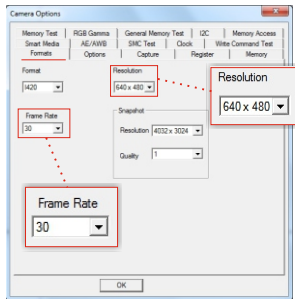

Fig.3
- Dans le menu "Options"/ "Formats" (fig.3) choisissez les ajustements recommandés suivants pour l'enregistrement sur le disque dur: **Resolution** (Résolution) (640x480) et **Frame rate** (vitesse de trames)(30). En activant la case "Capture", choisissez le chemin de sauvegarde des fichiers sur le disque dur du PC.